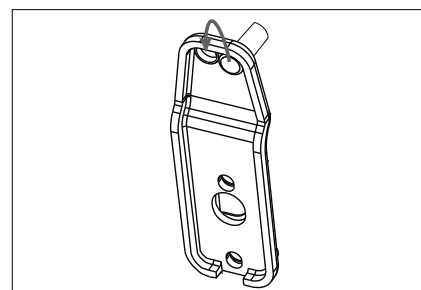

Abb. 3
- ▶ Entfernen Sie den Scharnierzapfen des unteren Scharniers mit einem Schlitzschraubendreher und versetzen Sie den Scharnierzapfen in die nebenliegende Bohrung (Abb. 3).